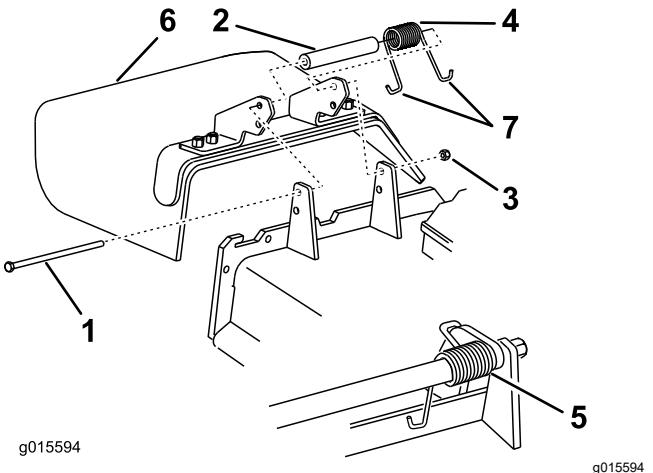

Bild 90
1. Entfernen Sie die Sicherungsmutter, Schraube, Feder und das Distanzstück, mit denen das Ablenklech an den Schwenkhalterungen befestigt ist (Bild 90).
2. Entfernen Sie defekte oder abgenutzte Ablenkleche (Bild 90).
**Hinweis:** Achten Sie darauf, dass ein J-förmiges Federende hinter der Mähwerkskante befestigt ist, bevor Sie die Schraube einsetzen, wie in Bild 90 abgebildet.
6. Führen Sie das J-förmige Hakenende der Feder um das Ablenklech (Bild 90).